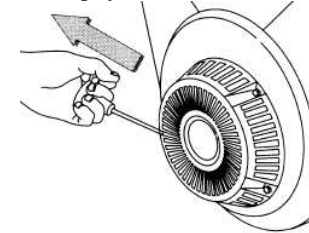

Рис. 2.
5.6.5. Плавно вытянуть до упора трос ручного стартера за ручку поз. 2 (рис. 1) и вернуть в исходное положение см. также рис. 2.
5.6.7. Придерживая генератор за раму, резко с интенсивным усилием вытянуть трос стартера до упора (рис. 2), повторив действие несколько раз при необходимости. Если двигатель не запускается, следует изменить положение рычага воздушной заслонки, сдвигая его вправо тем больше, чем выше температура двигателя и окружающего воздуха.